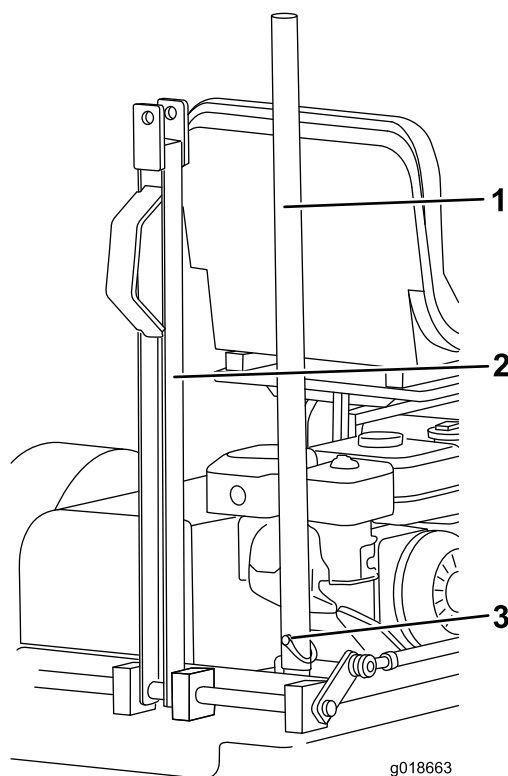

Figura 8
- A. Togliete l'acciarino che fissa la barra di sollevamento all'aletta sulla staffa della barra di traino e rimuovete la barra dalla staffa (Figura 8).